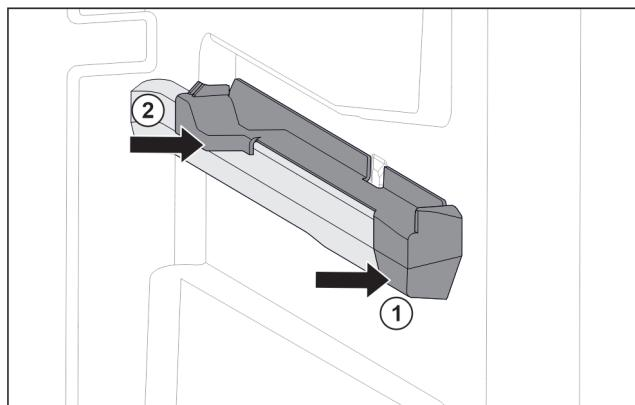

Fig. 72 Natični dio na desnom žlijebu spremnika
- Postavite natični dio sprijeda na žlijeb spremnika. Fig. 72 (1)
- Pritisnite natični dio straga. Fig. 72 (2)